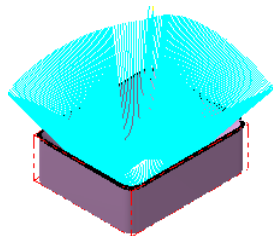

图 7.3.9 刀具路径
Step9. 单击“多轴刀路-沿边”对话框中的**✓**按钮，此时系统将自动生成图 7.3.9 所示的刀具路径。
Step2. 在“路径模拟控制”操控板上单击  按钮，系统将开始对刀具路径进行模拟，结果与图 7.3.9 所示的刀具路径相同，单击“路径模拟”对话框中的  按钮，关闭“路径模拟控制”操控板。
Step3. 保存文件模型。选择下拉菜单  文件(F)   保存(S) 命令，保存模型。